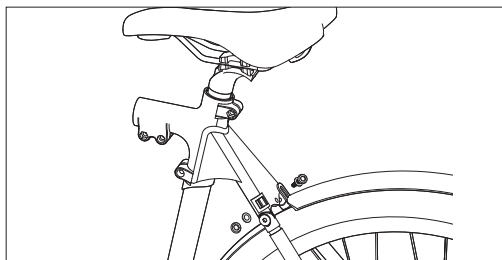

Figure 6-1
- Après avoir aligné le garde-boue sur le trou de vis, resserrez les vis de montage pour le fixer sur le joint du tube de selle, comme illustré à la **Figure 6-1**.